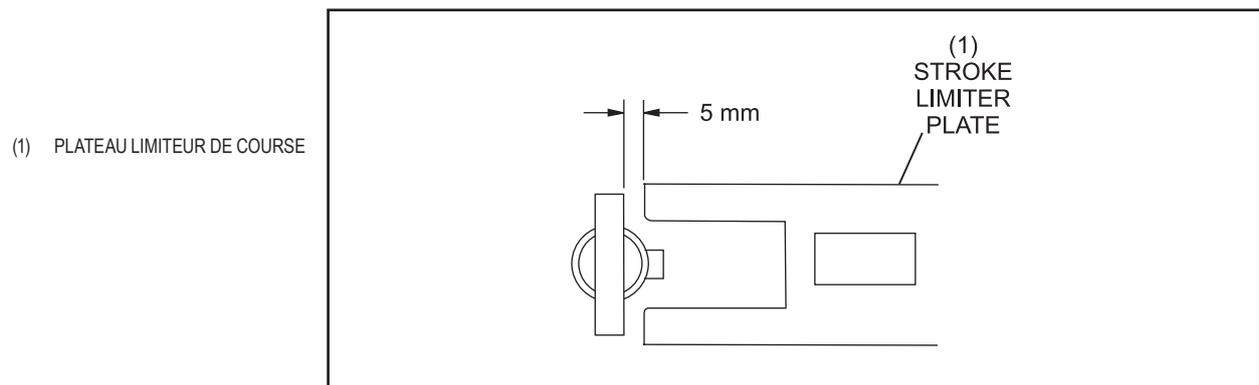

Figure 5-42. Espacement du limiteur de course.
- b. Appuyez manuellement sur le plongeur du solénoïde du limiteur de course. Vérifiez la présence d'un espace de $5\text{ mm} \pm 1\text{ mm}$ entre la butée en « T » et le plateau du limiteur de course. Reportez-vous à la *Figure 5-42* et *5-43*. Pour ajuster, desserrez les deux vis de montage du solénoïde et maintenez le plongeur en contact avec le fond du solénoïde. Repositionnez le solénoïde pour obtenir un espacement de 5 mm. Resserrez les vis de montage.
- d. Avec le plateau du limiteur de course à l'avant en position normale, vérifiez que le plateau est centré sur la butée en « T ». Si ce n'est pas le cas, ajustez le boulon de montage du plateau limiteur de course et centrez le choc hydraulique sur son arbre de montage inférieur en desserrant les collets de butée et en déplaçant le mécanisme hydraulique à gauche ou à droite. Reportez-vous à la Figure 5-42.